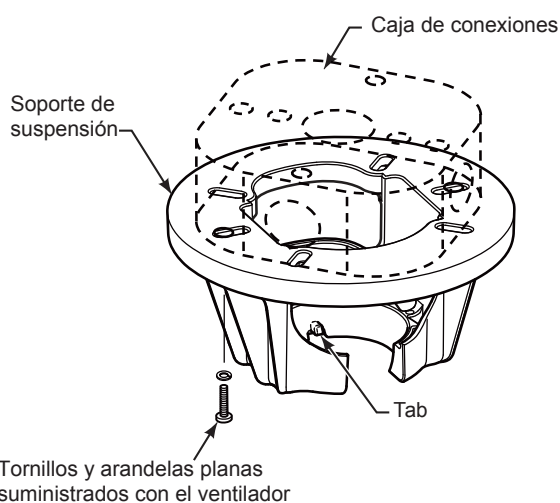

Figura 3
Uso del soporte (Figura 3)
3. Retire el clip de horquilla y pasador de horquilla de la parte inferior de la bola para colgar. Retener el pasador y clip para la reinstalación en el paso 5. (Figura 3)
1. Fije adecuadamente el soporte colgante a la caja de empalme del techo que sea aceptable para el soporte del techo. Usando los tornillos de la caja de salida #8-32 y las arandelas planas suministrado con el ventilador. (Figura 3)
NOTA: Se deben pasar los tornillos de la caja de conexiones a través de los orificios que se encuentran en el soporte de suspensión. (Figura 3)
3. Con cuidado, levante el ventilador y apoye la unidad del barral/de la semiesfera en el soporte de suspensión que acaba de fijar a la caja de conexiones. (Figura 4) Asegúrese de que la ranura en la semiesfera esté alineada con el reborde del soporte de suspensión. (Figura 3)
2. Deslice el receptor en el soporte de suspensión antes de realizar el cableado como se muestra en la figura 3.
3. Retire la cubierta de la batería del control remoto con un destornillador y conserve el tornillo para luego. (Figura 3)